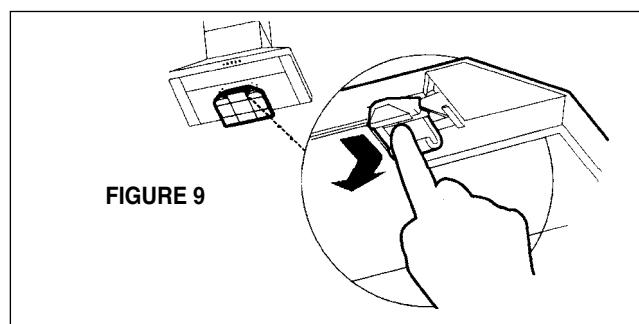

FIGURE 9
2. Installer le FILTRE AU CHARBON (6) (de la FIGURE 9).